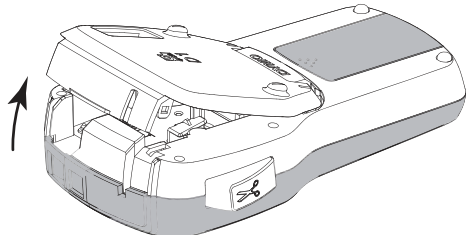

Figure 4
- 1 Soulevez le couvercle de la cassette pour ouvrir le compartiment d'étiquettes. Voir Figure 4.